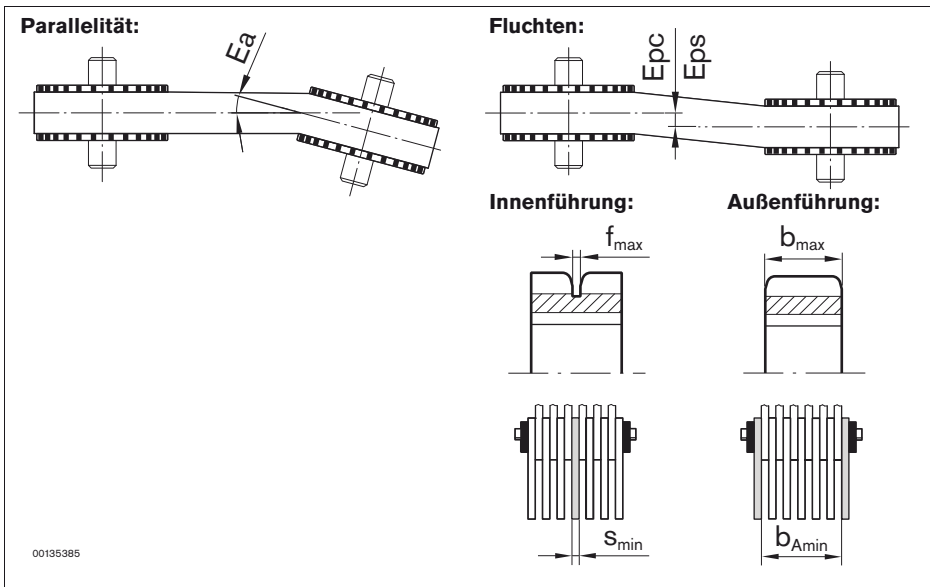

Abb. 8: Korrekter Einbau der Zahnkettenräder
- Die Zahnkettenräder müssen zueinander parallel sein (siehe Abb. 8).
- Die Zahnkettenräder müssen fluchten (siehe Abb. 8).